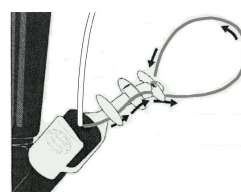

図 3
- ③ 準備②で用意したイントロデューサーの先端孔をガイドワイヤーに被せた後、ガイドワイヤーを IDE ポートから出す。
④ イントロデューサーをガイドワイヤーロックングデバイスを通して内視鏡の鉗子チャンネル内に挿入する。イントロデューサーの IDE ポートがガイドワイヤーロックングデバイス内に入ったら、ガイドワイヤーを再度ガイドワイヤーロックングデバイスに固定して (図 3、4)、イントロデューサーだけをを進める。